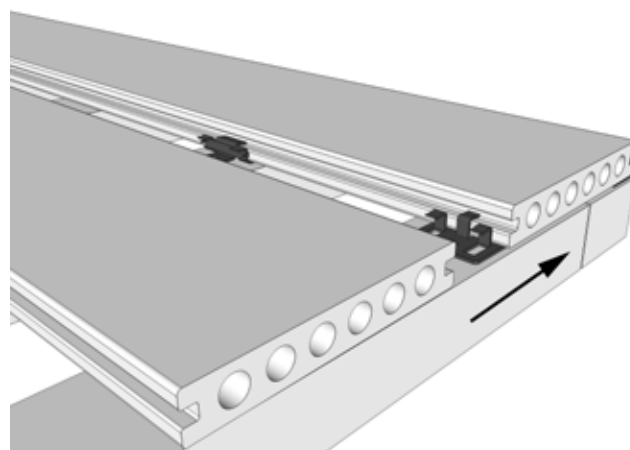

Figura 12
- 3 Coloca el segundo tablero, como se muestra en la Figura 12: